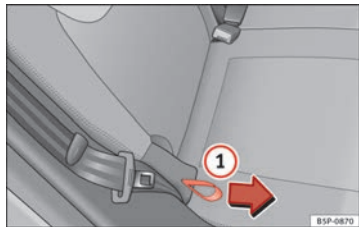

Abb. 91 Neigung der Rückenlehne einstellen.
- Halten Sie die Rückenlehne oben fest. Ziehen Sie die seitliche Zugschleife am Sitz ⇒ Abb. 91 ① in Pfeilrichtung und halten Sie die Zugschleife in dieser Stellung. Drücken Sie die Rückenlehne in die gewünschte Stellung nach hinten und lassen Sie die Zugschleife los.